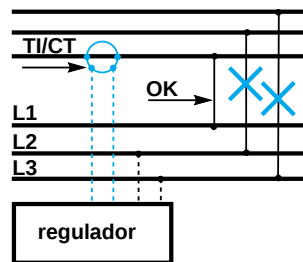

Fig. 13
■ Caso de TI a instalar (fig. 13 y 14) :